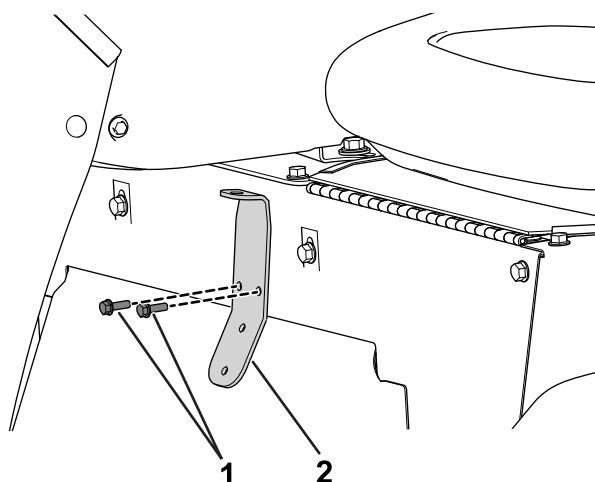

図 28
2. 座席ベースにバルブマウントを固定する六角スロットねじ1/4-20 x 1/2 インチ2本を使用する図 28。